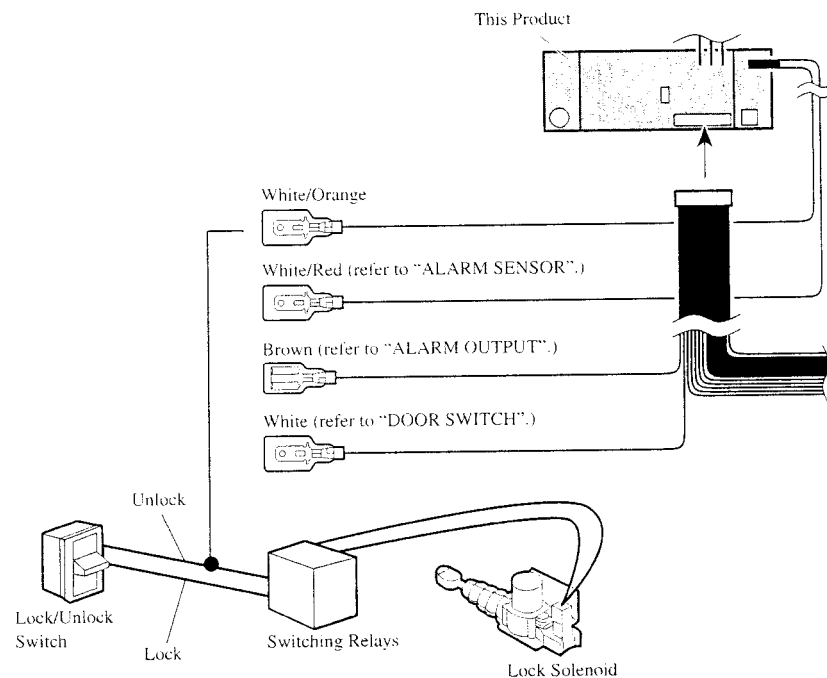

Fig. 7
- White/Orange (DOOR LOCK)** (Fig. 7)